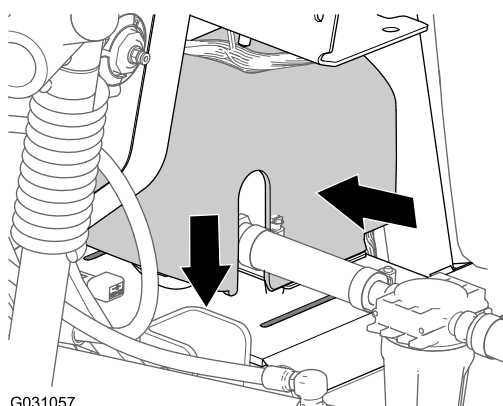

Figure 187
2. Placez le couvercle de la pompe de rinçage par dessus la plaque de serrage de la pompe (Figure 187).
3. Appuyez de chaque côté du couvercle de la pompe de rinçage et alignez les languettes du couvercle sur les fentes dans la plaque de serrage (Figure 187).
4. Insérez les languettes dans les fentes et relâchez les côtés du couvercle (Figure 187).